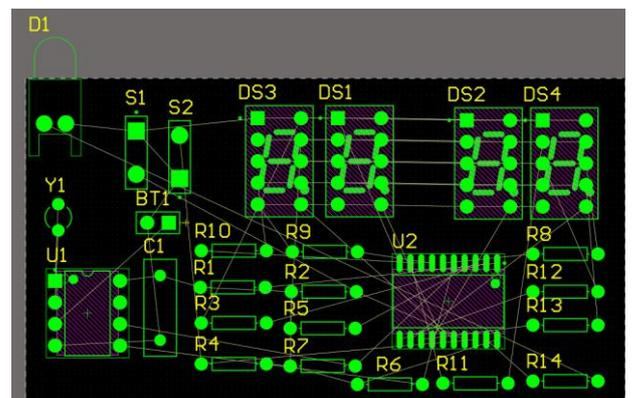

Рисунок 5 – Размещение компонентов на плате
5. Размещаем все элементы схемы на плате (рисунок 5).